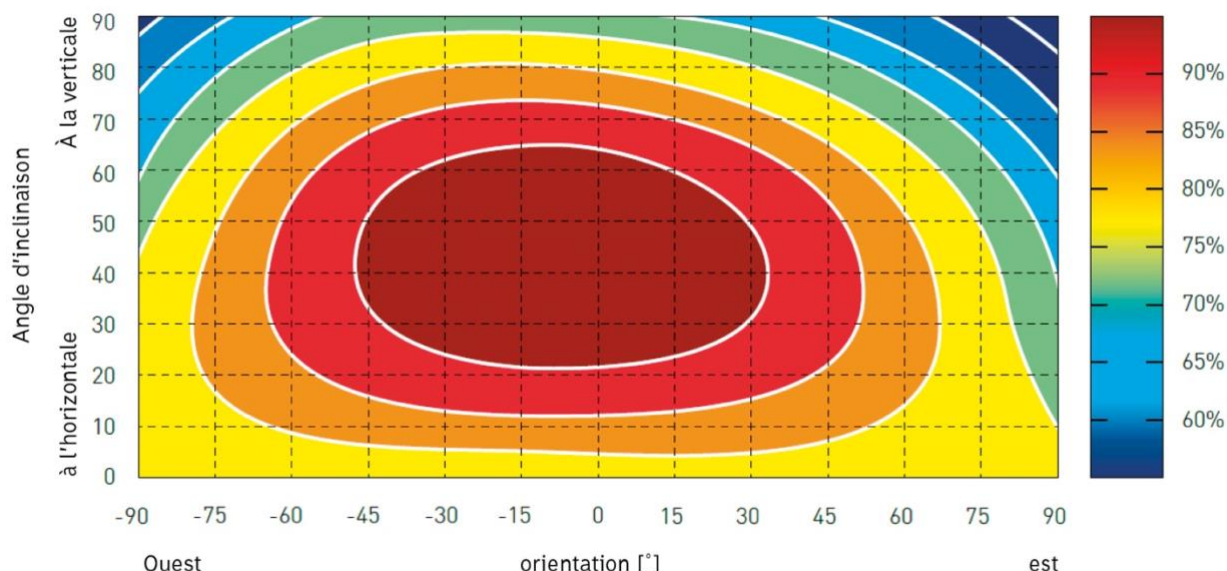

Figure 2: Orientation et rendement des installations photovoltaïques (Swissolar 2024)
- Orientation des capteurs solaires : selon l'orientation des capteurs solaires (angle d'inclinaison et orientation) et le rayonnement solaire local, il est possible d'obtenir des rendements énergétiques plus ou moins élevés (figure 2).